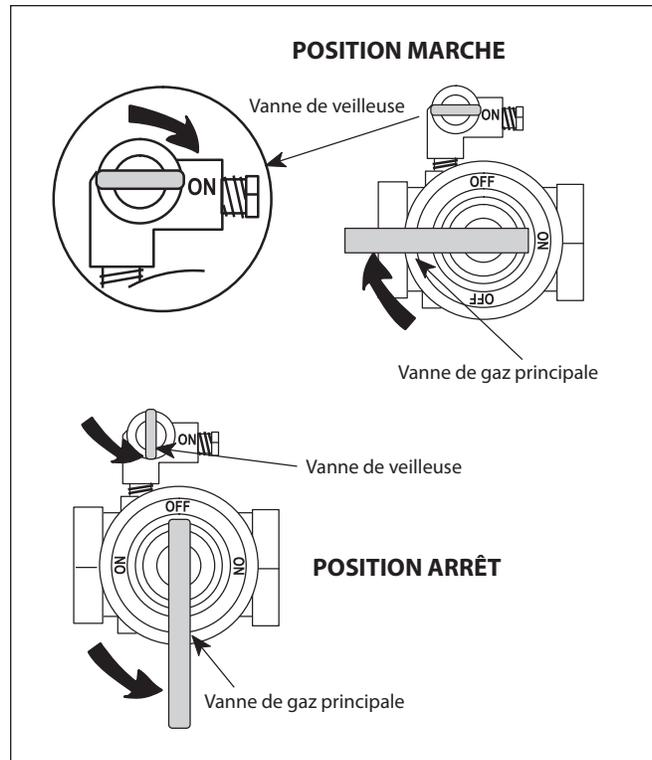

Figure 19. Vannes manuelles de gaz.
- b. Éteignez toutes les vannes manuelles de gaz et attendez cinq minutes (voir Figure 19).